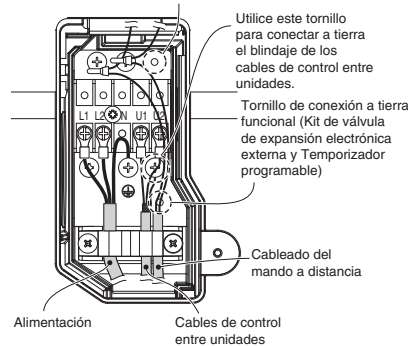

Fig. 3-51
- (4) Enrute el cableado entre unidades desde la parte posterior de la unidad interior y tire de él hacia la parte delantera para efectuar la conexión. (Fig. 3-51)
- (5) Conecte el cableado entre unidades a los terminales correspondientes de la placa de terminales (Fig. 3-51) consultando el diagrama de cableado.